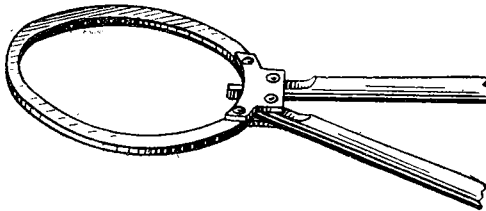

Рис. 85. Приспособление для снятия и установки поршневых колец на поршень двигателя
2. Приспособление для снятия и установки поршневых колец на поршень (рис. 85).